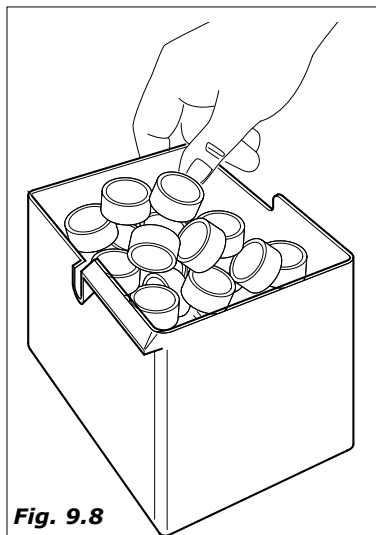

Fig. 9.8
- sustituir la bolsa de los posos de café,(versiones de café en grano) (Fig.9.8)